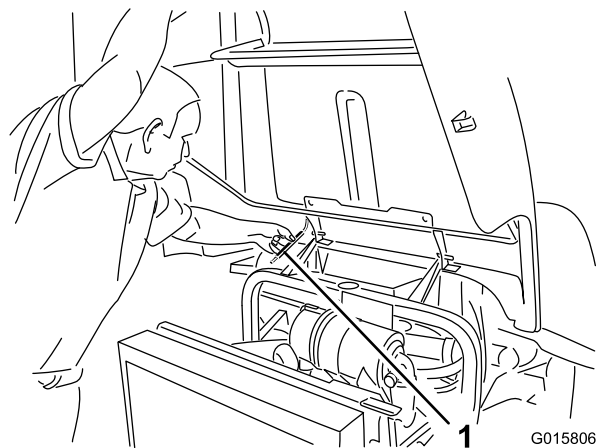

図 27
2. フレームチューブの下に支え棒が入る高さまでフードを持ち上げる 図 27。